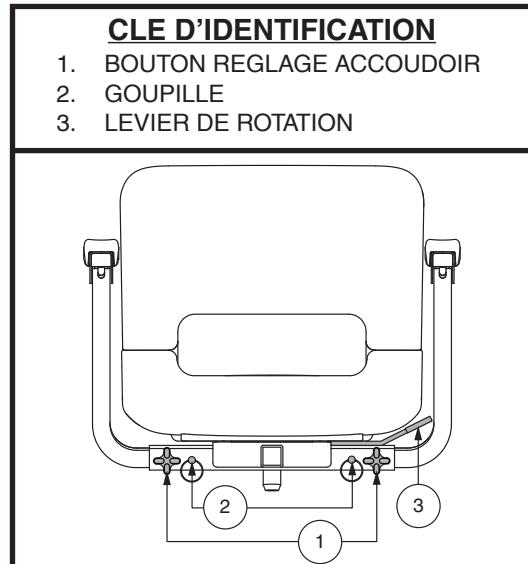

Figure 15. Réglage du siège
1. Desserrez les boutons de réglage. Voir la figure 15.
1. En fonction de votre type de siège, soit tirer vers le haut ou pousser vers l'avant le levier de rotation du siège afin de dégager le siège. **Voir la figure 15.**